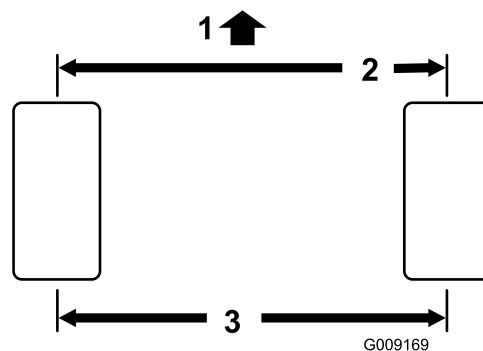

Рисунок 69
1. Измерьте межцентровое расстояние (на высоте моста) на передней и задней сторонах рулевых колес (Рисунок 69).